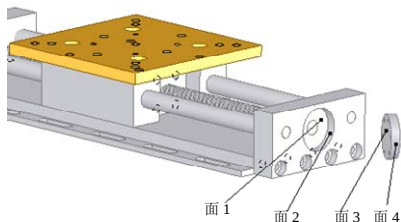
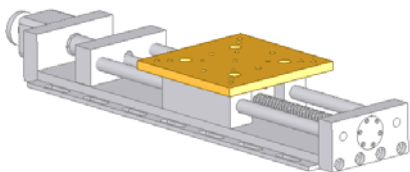

图 10-94 插入后挡板堵盖后的图形
图 10-95 配合后的图形
①插入后挡板堵盖。执行[插入]||[零部件]||[现有零件/装配体]菜单命令，插入后挡板堵盖。具体步骤可以参考上面的介绍，将后挡板堵盖插入到图中合适的位置，结果如图 10-94 所示。
②添加配合关系。单击[装配体]控制面板中的[配合]按钮，将图 10-94 中的面 2 和面 4 设置为[同轴心]配合关系；将面 1 和面 3 设置为[重合]配合关系，结果如图 10-95 所示。